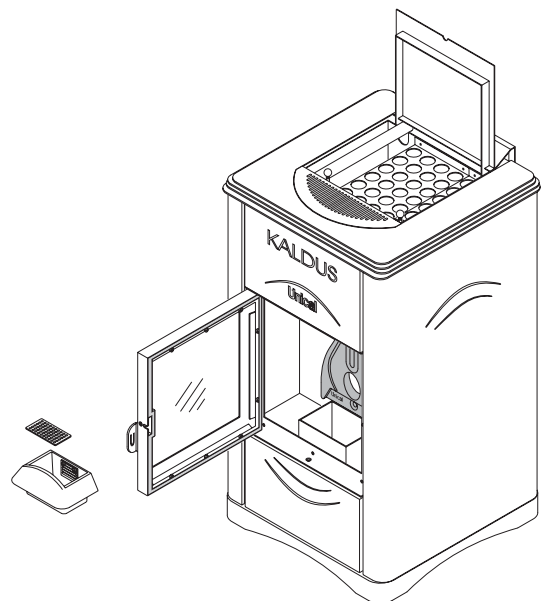

fig. 8
- Retirer au moyen d'un aspirateur adapté pour les produits de la combustion, les cendres et les résidus divers pouvant se trouver accumulés dans la chambre de combustion. Cette opération de nettoyage sera facilitée après avoir retiré au préalable le creuset de combustion situé dans la chambre de combustion, comme indiqué dans la figure 8 ci-dessous. Vérifier l'intégrité de la grille de fond du creuset de combustion et, en cas de doute, pourvoir à son remplacement immédiat. Éliminer les incrustations qui pourraient provoquer l'obstruction des orifices de passage de l'air comburant. Retirer les scories éventuellement déposées sur le pourtour du support du creuset de combustion.